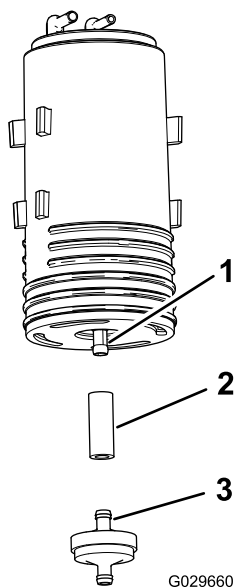

Figura 48
4. Retire o filtro do recipiente de carbono e a seção curta do tubo da união inferior do recipiente de carbono antigo (Figura 48).
5. Instale o tubo na união inferior do novo recipiente de carbono (Figura 48).
6. Insira a união do novo filtro do recipiente de carbono no tubo (Figura 48).